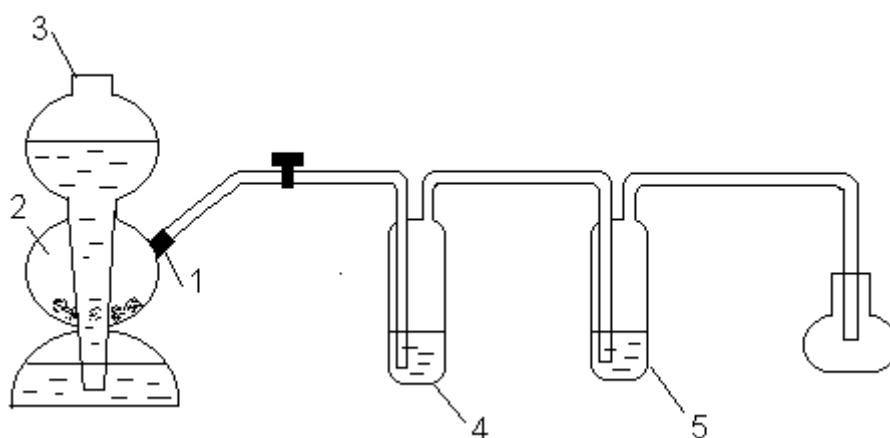

Рис.1. Аппарат Киппа
3.2. Объекты и средства исследования: карбонат кальция (мрамор), 18 % раствор хлороводородной кислоты, концентрированная серная кислота, аппарат Киппа с двумя промывными склянками (рис.1), мерный цилиндр на 500-1000 мл, колба на 250 мл, термометр, барометр, весы теххимические.